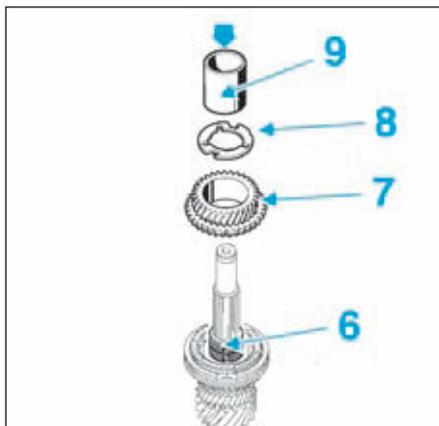

FIG.30
- Mettre en place la cage à aiguilles (6) (Fig.30).
- Reposer le pignon fou de 5° (7) muni de sa synchronisation, la rondelle cannelée (8) puis la bague sous pignon fou de 2° (9) à l'aide d'un mandrin de diamètre approprié (indice "N") et appliquer une pression de 5 tonnes avec la presse d'atelier.